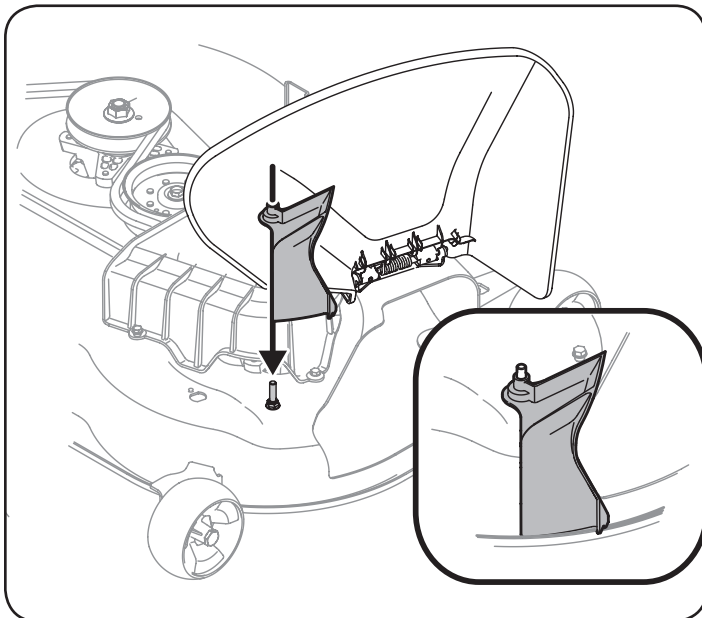

Figure 4
2. Placez l'adaptateur de décharge sur la goupille. Consultez la Figure 4.